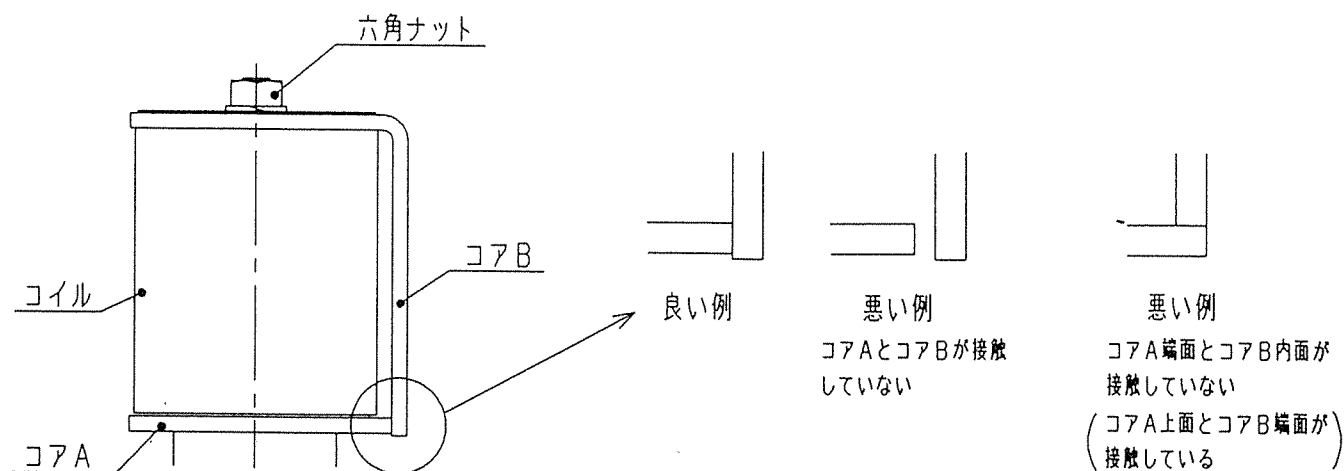

図14
- (1) 再組立は「5.1 分解手順」と逆の順序にて部品の組み忘れのないように組み立ててください。
- (2) ダイアフラム組立②の取付方向に注意してください。(口径65, 80の場合は、位置決めハトメ⑳をダイアフラム組立, ボディ①の穴に装着すると取付方向が決まります。)
- (3) スプリング③は倒れないように組付けてください。
- (4) 各部Oリングは取付部品の溝に確実に装着してください。
- (5) プランジャスプリング⑮はプランジャ⑯に確実に装着してください。
- (6) コアA⑱端面とコアB㉓内面が確実に接触するよう組付け、六角ナット㉔をしっかりと締め付けてください。(図14参照)
- (7) 六角ボルト⑨ 口径20~50Aの場合は12~18N・m 口径65, 80の場合は24~36N・mのトルクにて締め付けてください。
- (8) フィルタ組立⑧は樹脂部品のため手で軽く締め付けてください。締め付けトルクは、0.8~1.2N・cmが目安です。締め付けすぎると破損することがあります。
(注記) 標準品の分解図 (図14, 15) に対してアクチュエータ部分のみ上図のごとく置き替わります。